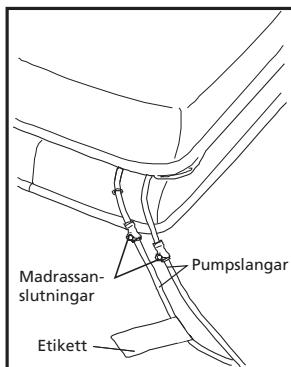

Bild 1 Anslutning till madrasspump
2. Fäst pumpslangarna vid madrassen så som visas nedan (bild 1):